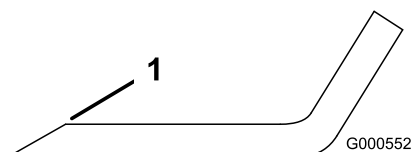
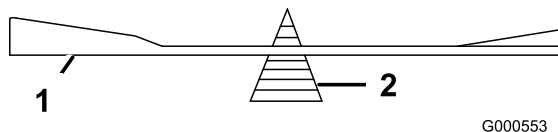

Figura 57
Figura 58
1. Utilice una lima para afilar el filo de corte en ambos extremos de la cuchilla (Figura 57). Mantenga el ángulo original. La cuchilla permanece equilibrada si se retira la misma cantidad de material de ambos bordes de corte.
2. Verifique el equilibrio de la cuchilla colocándola sobre un equilibrador de cuchillas (Figura 58). Si la cuchilla se mantiene horizontal, está equilibrada y puede utilizarse. Si la cuchilla no está equilibrada, rebaje algo el metal en la parte de la vela solamente (Figura 57). Repita este procedimiento hasta que la cuchilla esté equilibrada.